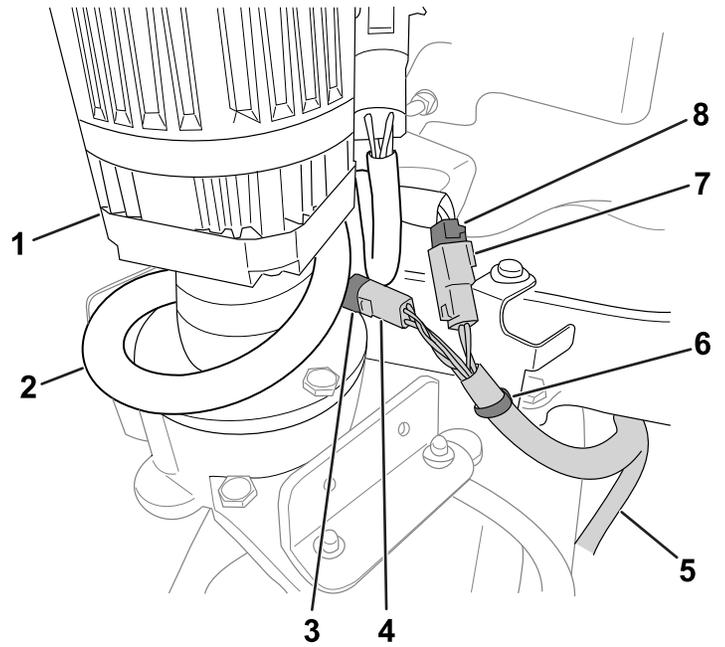

图 6
4. 朝向转向马达安放剩余的套件线束接头 图 6
5. 如 图 6 所示将套件线束上的压装式紧固件连接到支架。
6. 将套件线束接头连接到机器线束接头 图 6
8. 如 图 6 所示将多余的机器线束松弛地缠绕在转向马达周围。